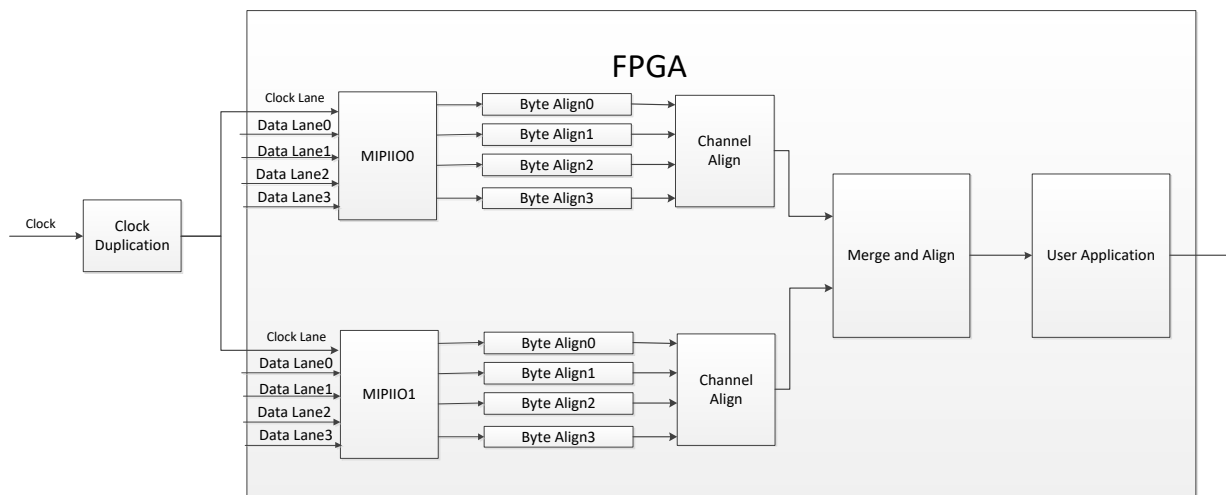

图 5-1 MIPI I/O 8Lane 应用模块划分
5. 若用户需拓展成最大 8Lane 的 MIPI 输出接口，可参照图 5-1，输入时钟一分为二，供给两组 MIPI I/O 模块，两组 MIPI I/O 接收数据后分别进行字节对齐，通道对齐，最后数据合并输出供用户逻辑使用。